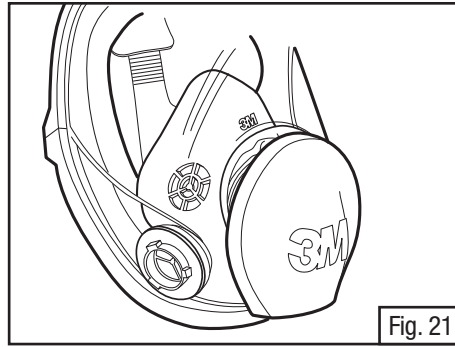

Fig. 21
2. Installer des joints d'étanchéité neufs dans les raccords à baïonnette des orifices d'inhalation du masque. S'assurer que les joints d'étanchéité sont placés sous les trois pattes de verrouillage (Fig. 21).